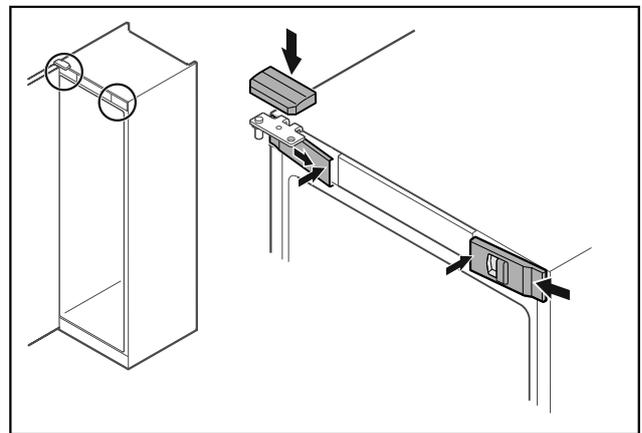

Fig. 46 \*
- ▶ Vordere Abdeckungen Fig. 46 (1) seitlich einhaken und innen aufrasten.\*
- ▶ Obere Abdeckung Fig. 46 (2) von oben aufrasten.\*